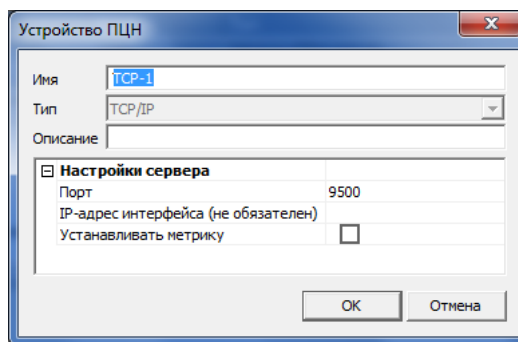

Рисунок 3.8 – Устройство типа ТСР/IP
4. Затем откроется окно *Устройство ПЦН* (см. рисунок 3.8), в котором обязательно заполните параметр **Порт** – укажите TCP/IP-порт для подключения хабов Livi Smart Hub и Livi Smart Hub 2G к основному серверу STEMAX, который был указан в заявке на авторизацию (см. п. 2).